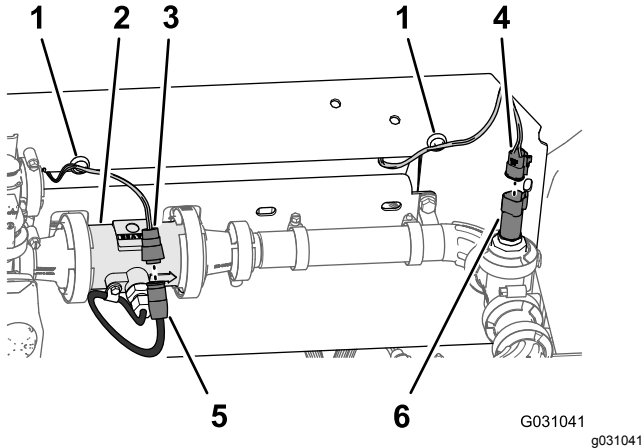

Figura 108
1. Enrute los conectores de las ramas de 218,4 cm y 75,5 cm del arnés de cables marcados **Flow Meter** (caudalímetro) y **Pressure Transducer** (transductor de presión) por detrás del soporte del distribuidor (Figura 108).
2. Conecte el conector hembra de 3 vías de la rama de 75,5 cm del arnés de cables del caudalímetro (sin etiquetar) en el conector de 3 pines del arnés del caudalímetro (Figura 108).
3. Conecte el conector hembra de 3 vías de la rama de 218,4 cm del arnés de cables etiquetado **Pressure Transducer** (transductor de presión) en el conector de 3 pines del transductor de presión (Figura 108).
4. Fije los anclajes magnéticos de los arneses del caudalímetro y el transductor de presión en la superficie del soporte del distribuidor (Figura 108).